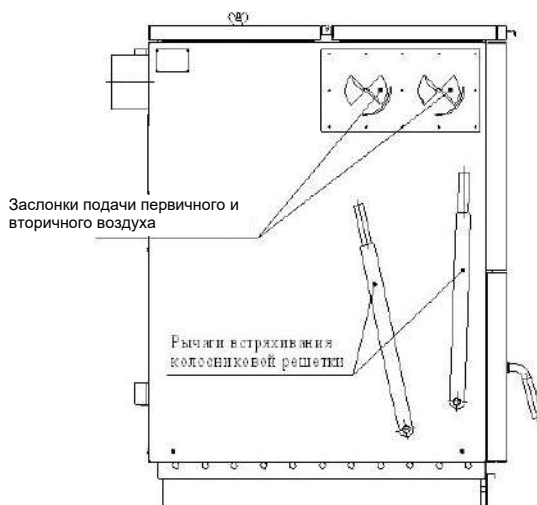

Рис. 15 Заслонки первичного и вторичного воздуха котла 60 кВт
- Установить рычаг встряхивания колосниковой решетки в рабочее положение (См. рис. 15)